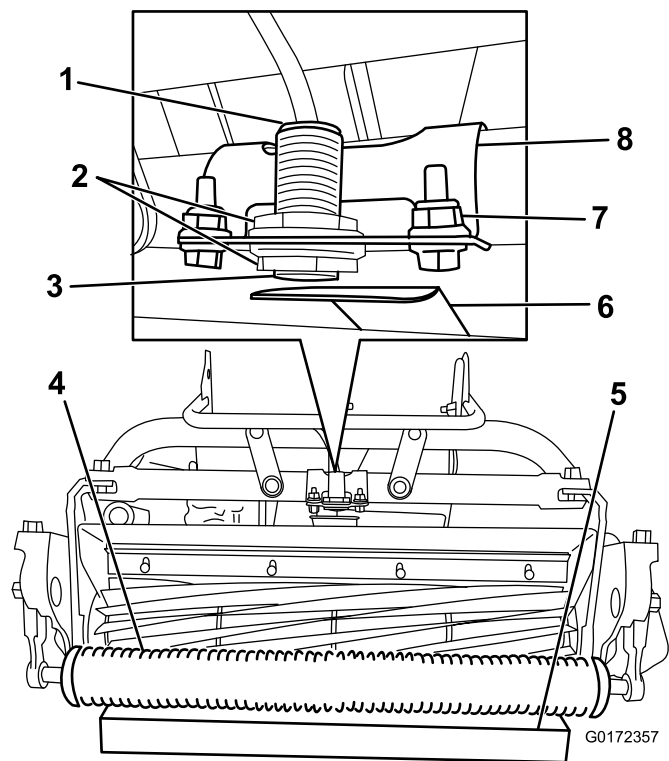

図 14
2. センサーについているジャムナットをゆるめて、ジャムナットの先端からねじ山が1山だけ見えるように調整する（図 14）。
4. カuttingユニットの前ローラの下に 3.8 cm のブロックを置く（図 14）。
5. センサーのブラケットをフレームに固定している締結具をゆるめる（図 14）。
8. センサー上部にあるランプが点灯するように、センサーのブラケットをターゲットプレートに向ける（図 14）。すでにランプが点灯している場合には、ランプが消えるまでブラケットを回し、それから元に戻してもう一度点灯させる。